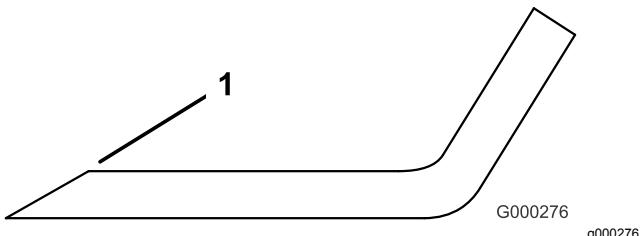

Figura 111
3. Inspeccione los filos de corte de todas las cuchillas, y afílelos si están romos o tienen mellas (Figura 111).
Nota: Afíle únicamente la parte superior del filo y mantenga el ángulo de corte original para asegurar un filo correcto (Figura 111). La cuchilla permanecerá equilibrada si se retira la misma cantidad de metal de ambos bordes de corte.